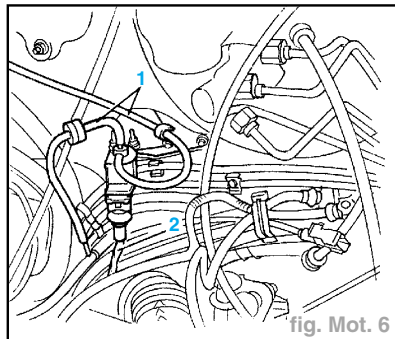

fig. Mot. 6
- Désolidariser les deux tuyaux (1) et débrancher la connexion électrique (2) de l'électrovalve de pilotage (fig. Mot. 6).